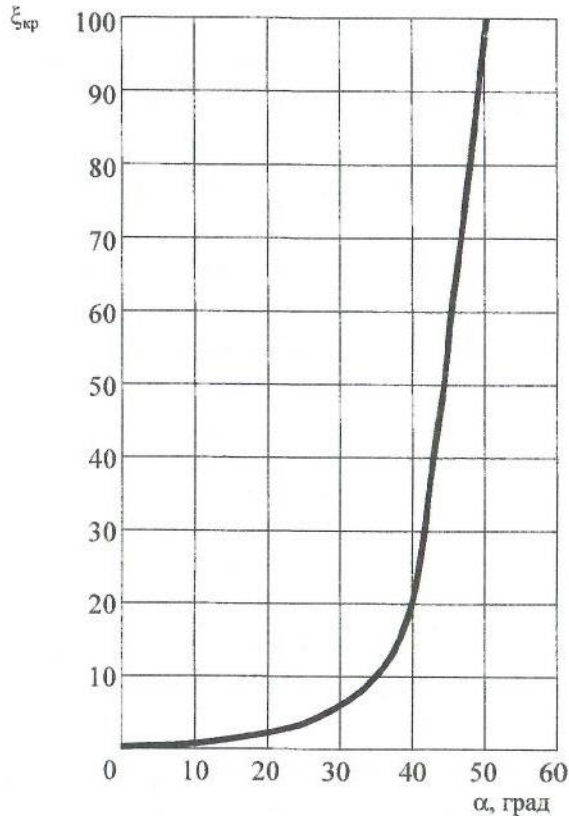

Рис. 4.3. График зависимости коэффициента сопротивления пробкового крана от угла поворота
- выводы по работе, в которых даются ответы на вопросы: 1, 2, 3, 4. Так же следует указать, каким был угол открытия *пробкового крана* в 1 и 2 опытах, как изменилось значение коэффициента сопротивления крана при изменении угла. Сравнить экспериментальные значения коэффициента с табличными (таб. 4.1). Если по таблице интерполирование значения коэффициента $\zeta_{кр}$ не даст достаточной точности, то значение коэффициента $\zeta_{кр}$ требуется найти по графику (рис. 4.3).